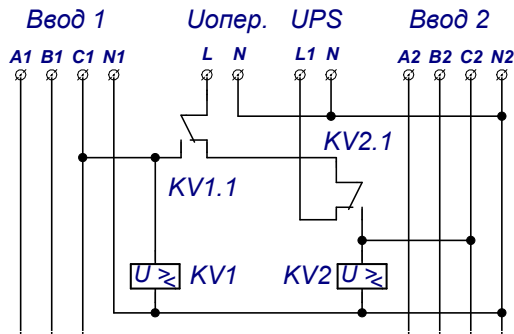

Рис.9 Схема получения оперативного питания с использованием 2-х реле напряжения и UPS
6.2.4. Схема получения оперативного питания с использованием 2-х реле напряжения и источника бесперебойного питания - UPS. UPS питается от одной из фаз любого ввода. Выход UPS подключается к схеме, показанной на рис.9. UPS должен иметь гальваническую развязку входных и выходных цепей, иначе в схемы на рис. 9 и 10 необходимо ввести дополнительную коммутацию выхода N UPS.